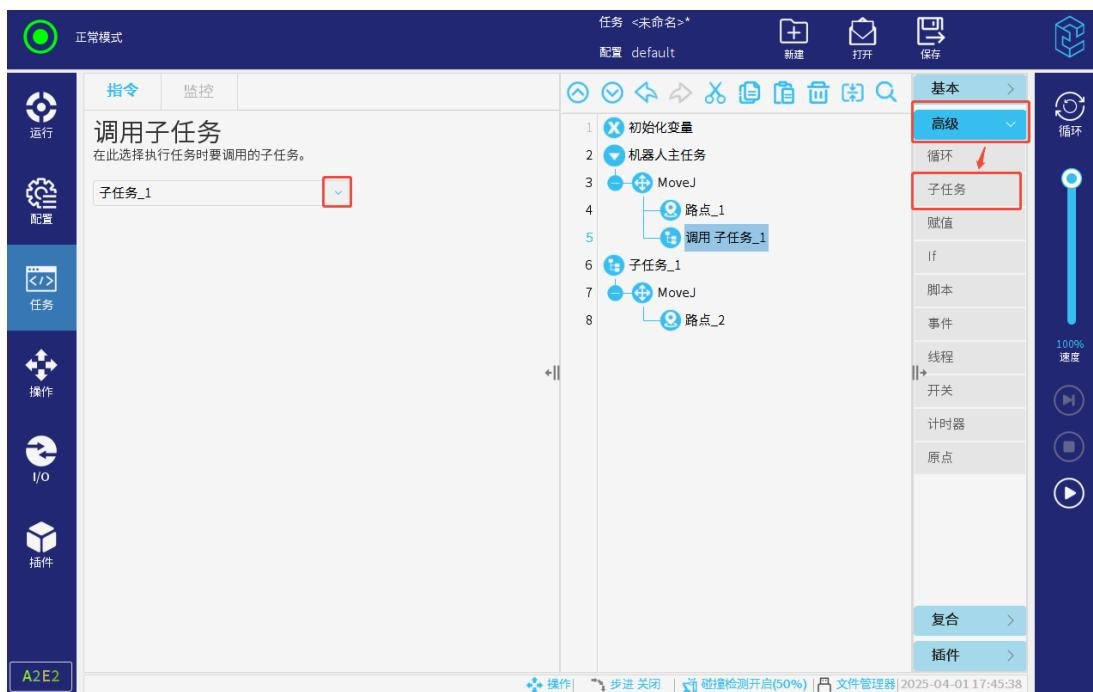

图 3-102: 调用子任务
2. 点击任务树中的“调用”，点击“新建”或选择已存在的子任务文件，如图 3-102 所示。